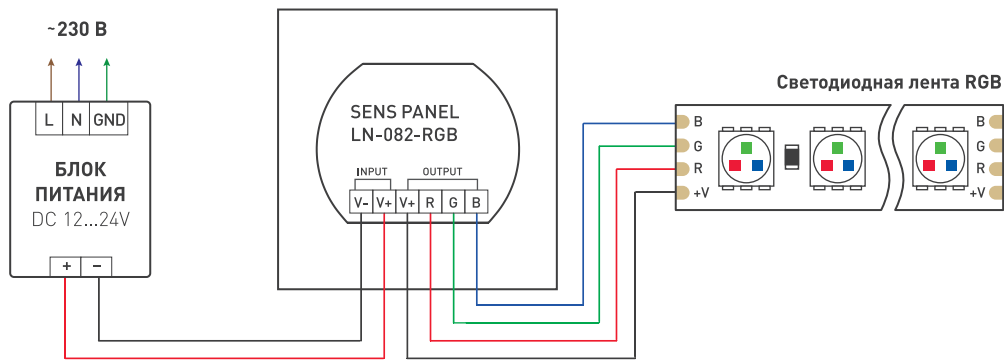

Рис. 1. Схема подключения панели.
- 3.2. Подключите светодиодную ленту или другой светодиодный источник света к выходу OUTPUT контроллера, согласно схеме (Рис.1) и маркировке на корпусе. Соблюдайте полярность и порядок подключения проводов RGB.